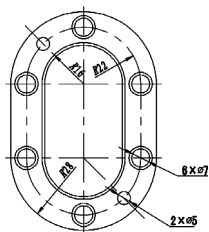

图 14-15 主视图直径尺寸标注
(4) 单击“默认”选项卡“注释”面板“直径”按钮，标注直径，如图 14-15 所示。